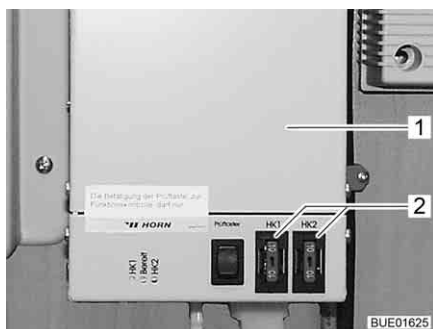

Bild 173 Regulator för avloppsledningarnas värmesystem
Säkringarna finns på regulatören (Bild 173,1).
- Byt säkring (Bild 173,2).